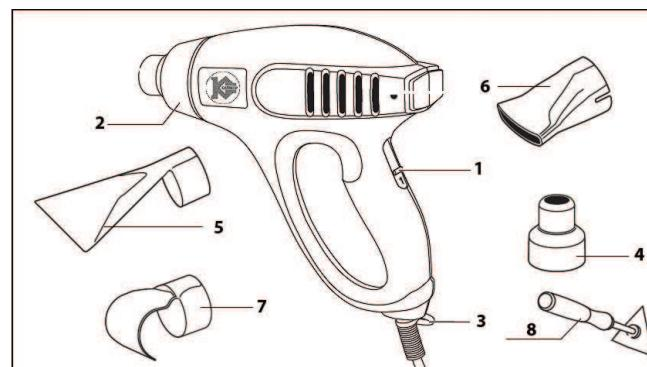

рис. 1
4.1 Общий вид теплопистолета схематично представлен на рис. 1
***Внимание!** Осуществляйте сушку только при установке низкой температуры (выключатель 1 (рис. 1) в положение II) и при увеличенном расстоянии между инструментом и заготовкой.*
- размягчение/плавление смол, олова, битума воска (используйте плоскую насадку **6** (рис. 1));
- вощение (лыж, мебели), (используйте плоскую насадку **6** (рис. 1));
- используйте отражающую насадку **7** (рис. 1) или сужающую насадку **4** (рис. 1);- выберите трубу горячей посадки с диаметром, соответствующим диаметру заготовки;
- используйте отражающую насадку **7** (рис. 1);
- демонтаж (выпаивание) интегральных схем и других радиодеталей (используйте сужающуюся насадку **6** (рис. 1));
- разъединение старых спаянных соединений (используйте сужающую насадку **4** (рис. 1));
- размораживание замерзших автомобильных замков (используйте сужающую насадку **4** (рис. 1));